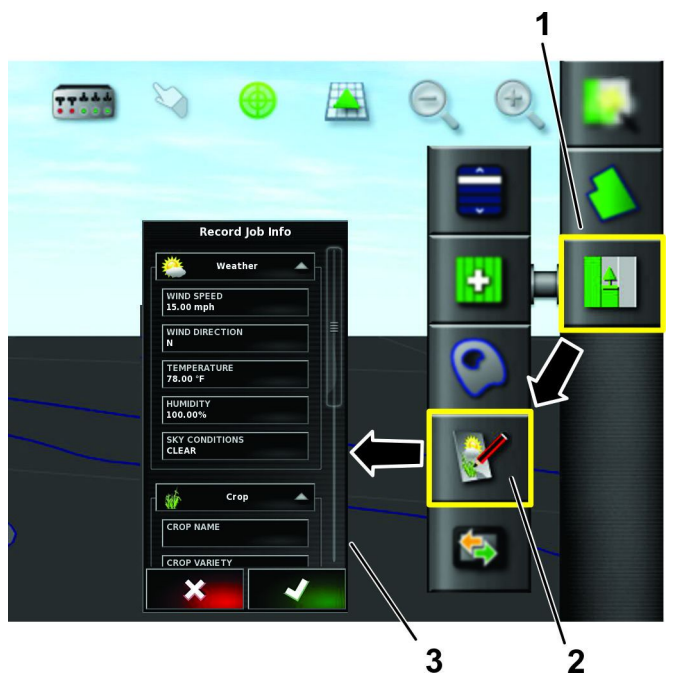

Figura 24
2. Premete l'icona dell'attività (Figura 24).
3. Premete l'icona di Registrazione delle informazioni dell'attività (Figura 24).